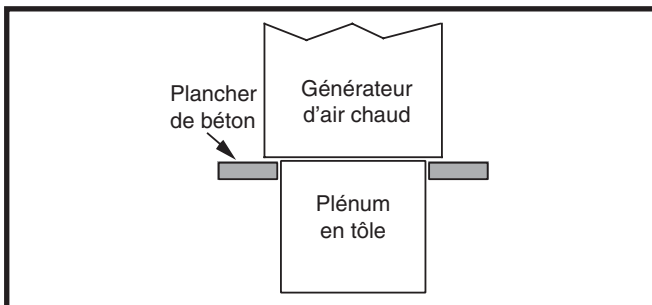

Figure 11. Générateur d'air chaud sur une dalle de béton
2. Disposer le plénum et le générateur d'air chaud comme indiqué à la Figure 11.